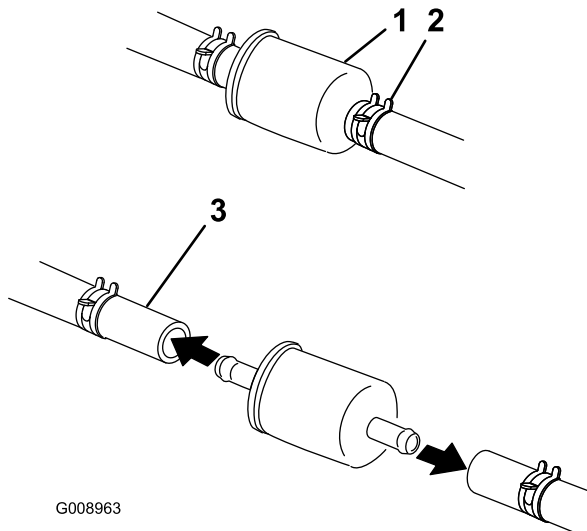

Figura 52
6. Apriete los extremos de las abrazaderas y deslícelas por el tubo alejándolas del filtro (Figura 52).
8. Instale un filtro nuevo y acerque las abrazaderas al filtro (Figura 52).